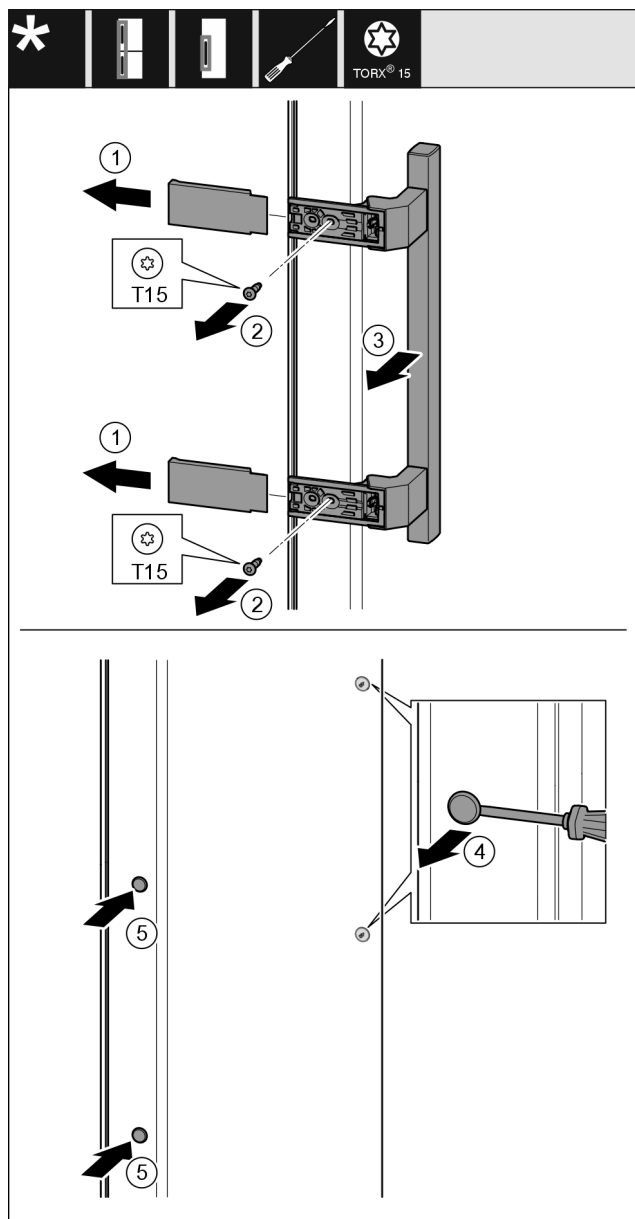

Fig. 22
- ▶ Zdjąć osłonę Fig. 22 (1).
- ▶ Wykręcić śruby Fig. 22 (2) przy użyciu śrubokręta.
- ▶ Zdjąć uchwyt Fig. 22 (3).
- ▶ Podważyć ostrożnie boczną zatyczkę Fig. 22 (4) przy pomocy śrubokręta i wyjąć.
- ▶ Założyć zatyczkę Fig. 22 (5) ponownie z drugiej strony.